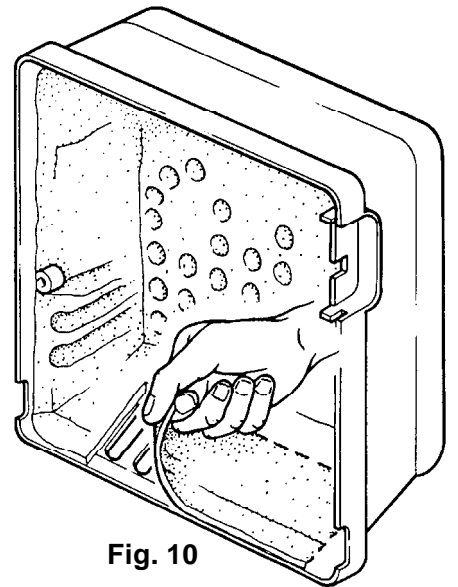

Fig. 10
■ 如用 BS4 型中的 914T1, 为了保证燃烧器的出力能达到 220—246 kW, 移去黑色的隔音材料来扩大盖上附加的空气进口。(如图 10)
一般情况下, 离子探针电流会大于 5 μ A。在需要检查时, 可以打开离子探针红色接头(C)(页 6), 串接入微安电流表。(图 10)